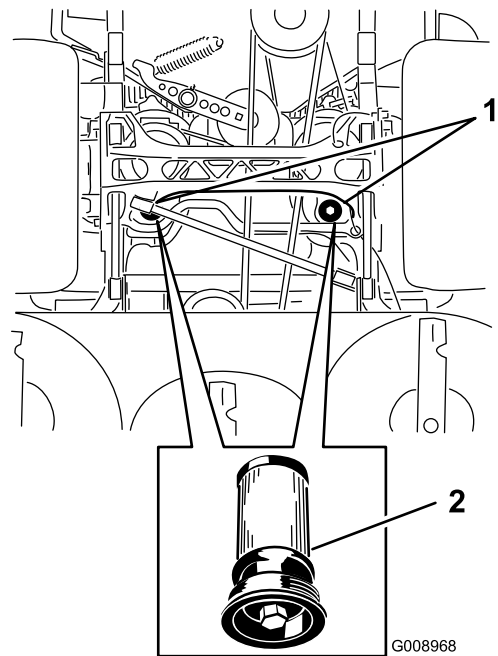

Figura 90
5. Collocate una bacinella di spurgo sotto il filtro, togliete il filtro usato e pulite la superficie (Figura 90).
6. Spalmate un velo di olio idraulico sulla guarnizione di gomma del filtro di ricambio (Figura 90).